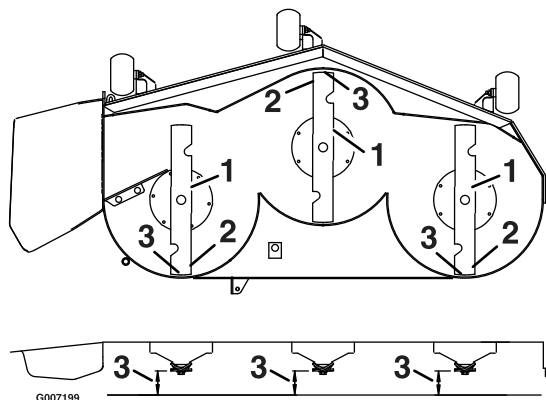

Figura 70
- Girate con cautela le lame in modo che siano disposte longitudinalmente (Figura 70).
- Misurate il valore dalla punta della lama anteriore e dalla punta della lama posteriore alla superficie piana (Figura 70).